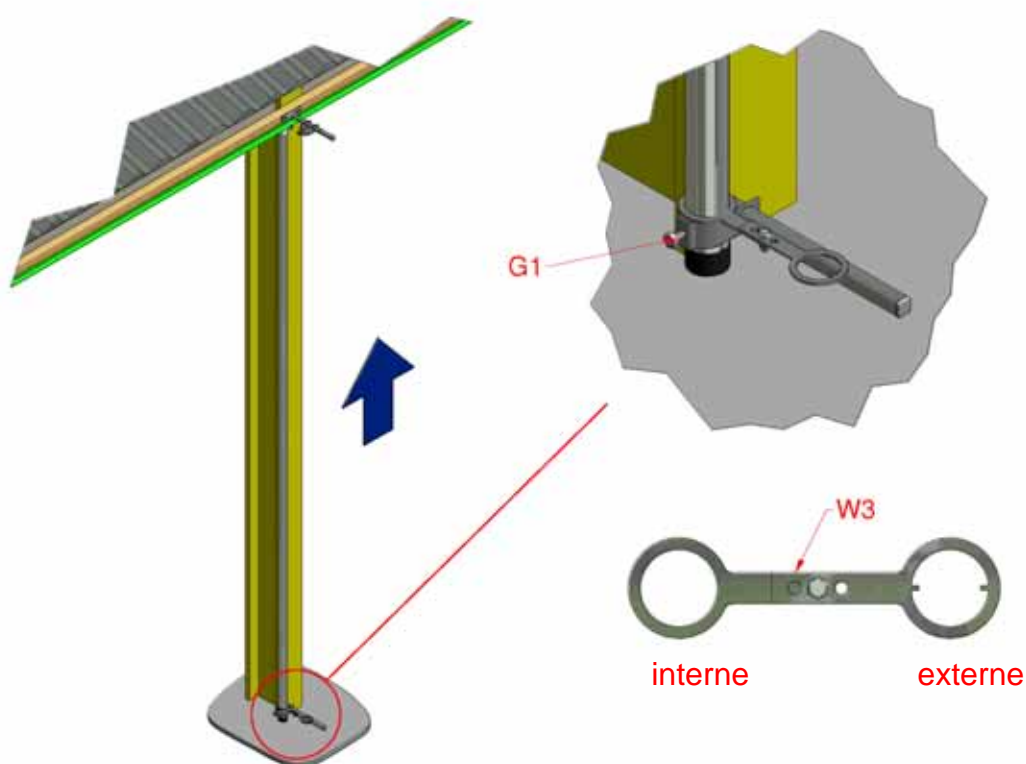

Figure 8 : tubes de commande internes, Face-Face
- b) Pour une installation Face-Face, enfoncer la partie supérieure du tube de commande interne dans le support d'extrémité supérieur (D1), enfiler l'extrémité à trou lisse de l'entretoise (W3) sur l'extrémité inférieure du tube et la fixer au support de surface inférieur au moyen de la bride croisée (G1), Figure 8.